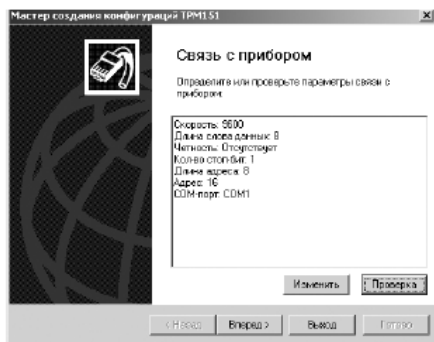
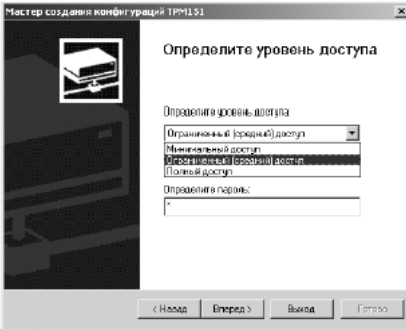

Рисунок 10.1
Рисунок 10.3
**Если модификацию считать не удается**, появится соответствующее сообщение. Нажмите [OK] – открывается окно с приглашением выбрать модификацию прибора из списка (рисунок 10.1). Выберите модификацию Вашего прибора («Модификация № 5»). Нажмите клавишу [Вперед] – откроется окно с приглашением выбрать уровень доступа (рисунок 10.3). Переходите к п. 4.
Открывается окно, завершающее подготовку к созданию Конфигурации (рисунок 10.3). Если прибор подключен, установите флажки «Включить режим автоматического чтения» и/или «Режим автоматической записи» (см. п. 10.7.5, 10.7.8).